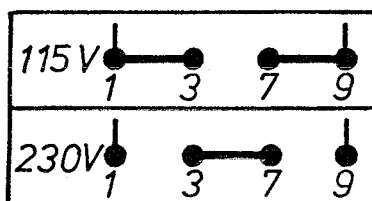

Fig. 2. Schéma de branchement pour différentes tensions d'alimentation
- Modifier le circuit du primaire en fonction du schéma (fig. 2).